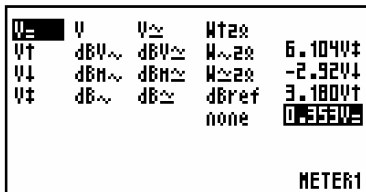

Fig 27
2. Druk op de **UP** of **DOWN**-toetsen om te bepalen welke parameter *METER 1* zal meten. (Fig 27).
2. Pressez **UP** ou **DOWN** pour déterminer le paramètre que mesurera *METER 1*. (**Fig 27**).
2. Drücken Sie die **UP** oder **DOWN**-Tasten um den Parameter, den *METER 1* messen wird, zu bestimmen. (**Fig 27**).